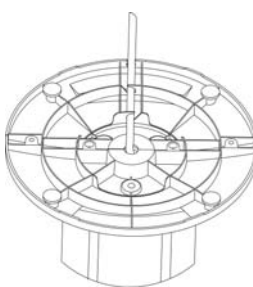

Рисунок 4
4. Зажмите шнур питания (H) в пазах основания прибора (рисунок 4).